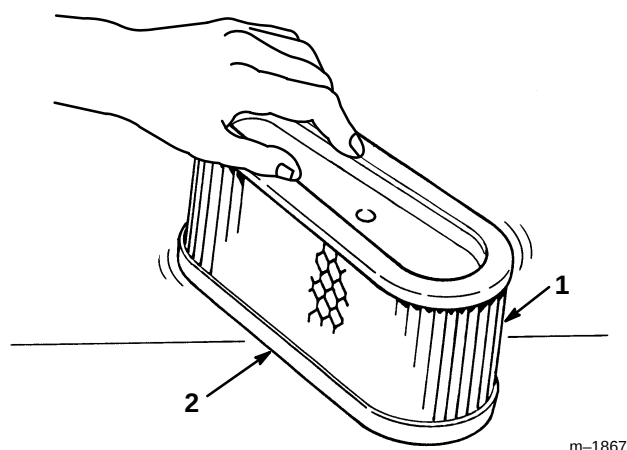

Abbildung 30
- A. Den Einsatz leicht auf eine flache Oberfläche klopfen, um Staub und Schmutz zu beseitigen (Abb. 30).